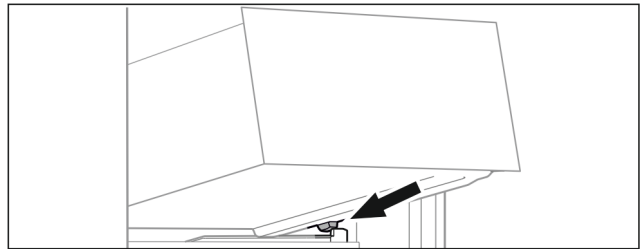

Fig. 119
- ▶ Schubfach schräg hinter den Stopperrn auf Behälterrippe aufsetzen. (siehe Fig. 119)